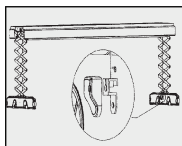

图6
5. 将钢丝绳末端放入压线块孔中, 再将塑料压块卡入(如图6)